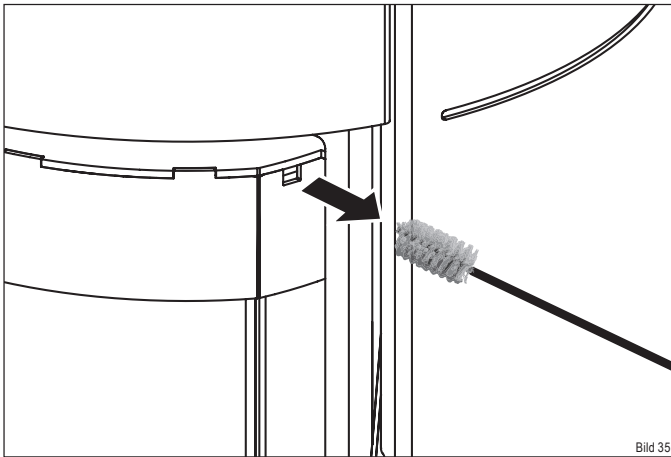

Bild 35
- ▶ Ziehen Sie die Bürste aus der Reinigungsöffnung heraus (Bild 35).